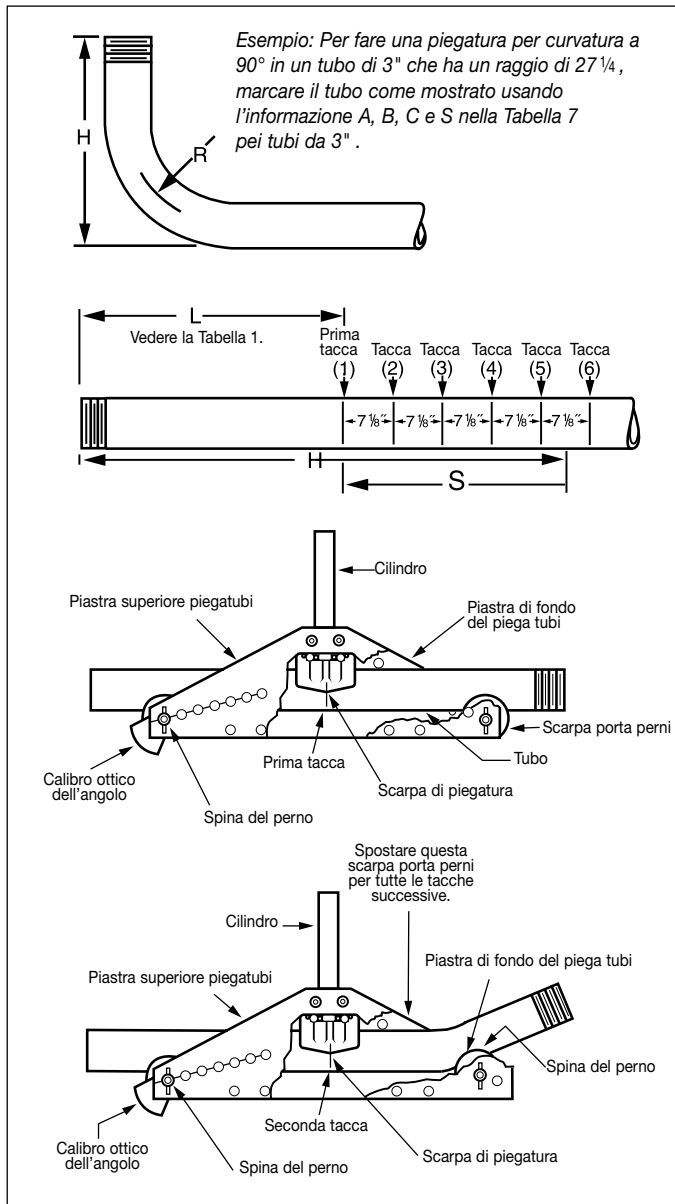

Figura 8, Piegatura per curvatura a 90°
1. Marcare la dimensione (**H**) desiderata per il tronchetto sul tratto diritto del tubo (vedere la Figura 8).